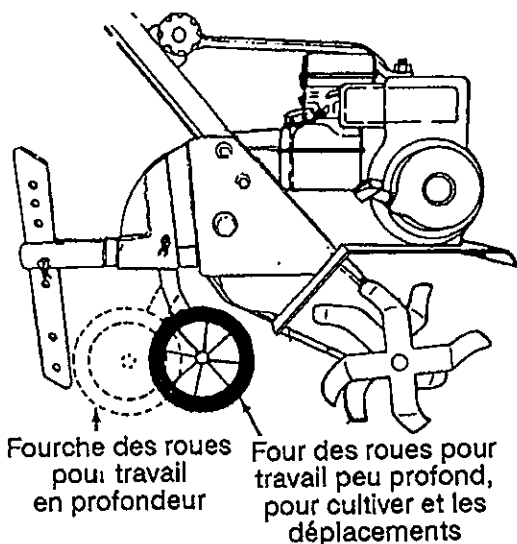

FIGURE 8
1. **Réglage de la fourche des roues:** Placez la fourche des roues de façon que les roues se trouvent plus en avant (le plus près possible des dents) pour un travail en surface, pour cultiver et les déplacements. Ceci permet également d'augmenter la vitesse de déplacement. Retournez la fourche (éloignez-la des roues et des dents pour travailler plus en profondeur). La vitesse diminue. Voir la figure 8.